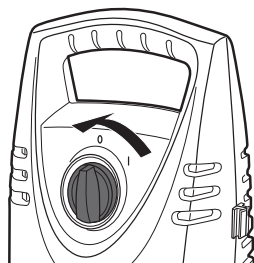

Fig. 18
- > Rode o interruptor de ligar/desligar (6) no sentido inverso ao dos ponteiros do relógio para a posição de desligado ("O") para desligar o aparelho (Fig. 18).